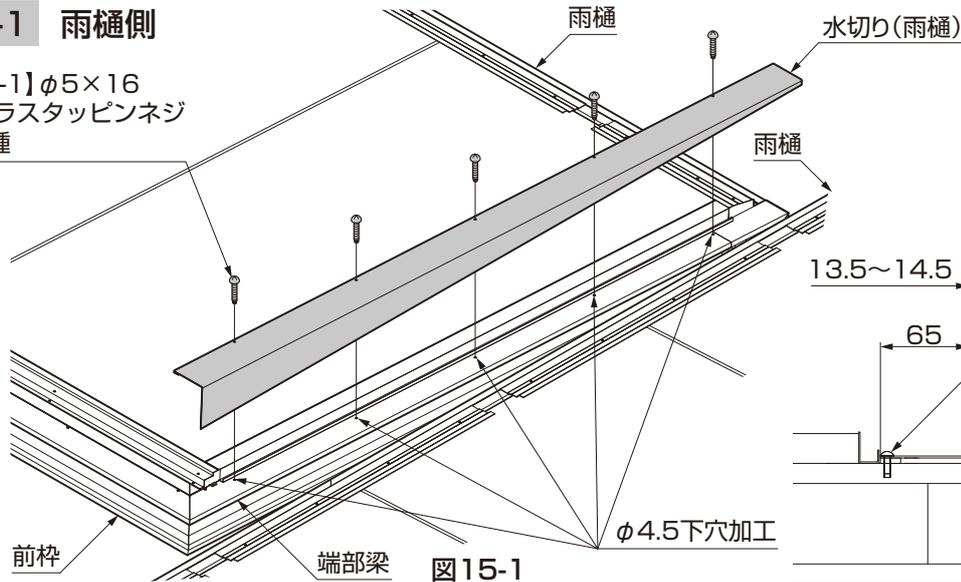
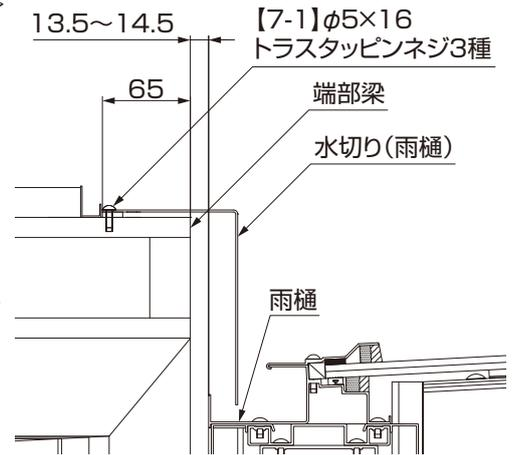

図15-1
図15-2
- ①水切り(雨樋)の端面が端部梁の端から65mmの位置になるように端部梁にのせ、写し穴で $\phi 4.5$ 下穴加工してください。(図15-1、図15-2参照)
- ②水切り(雨樋)を【7-1】で、取付けてください。